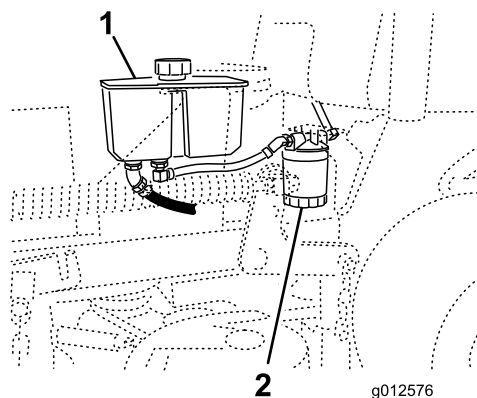

Figure 70
3. Localisez le filtre et placez un bac de vidange au-dessous (Figure 70).